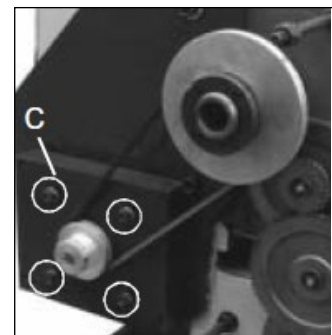

fig. 18
Dévissez les quatre écrous et tournez les vis (C) situées sur le plateau du moteur vers la droite, pour tendre la courroie ou vers la gauche pour détendre la courroie (fig. 18). (**fig. 18**)
Positionnez la machine sur le pas de filetage souhaité (selon le tableau de filetage, fig. 18). Mettez la machine en marche et activez le levier d'actionnement pour enclencher l'avance du chariot. Placez l'outil de filetage tout près de la pièce à usiner. Lorsque l'outil de filetage entre en contact avec la pièce à usiner, il effectue, dans un premier temps, un taraudage. Lorsque l'outil atteint la fin de la coupe, stoppez la machine en arrêtant le moteur et retirez simultanément l'outil de tournage de la pièce à usiner afin de nettoyer le filetage. Ne desserrez en aucun cas le levier d'engrènement. Changez le sens de rotation du moteur pour permettre à l'outil de coupe de revenir au point de départ. Répétez ces étapes jusqu'à obtention du résultat souhaité.